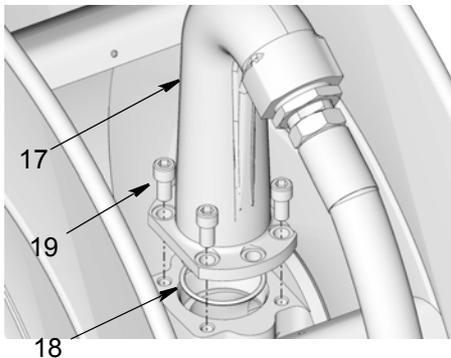

FIG. 24
1. Richtung des Auslasses (17) umdrehen.
- a. Schrauben (19) und Auslass (17) von Trommel entfernen (FIG. 24).